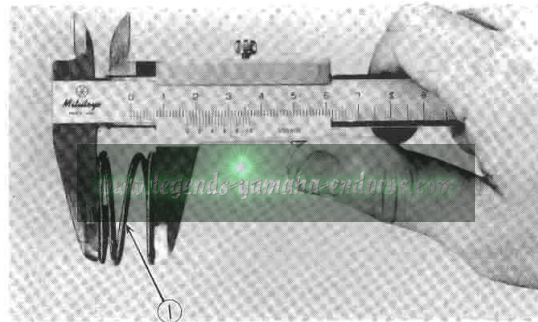

Fig. 3-4-28
5. Check ratchet wheel spring for fatigue. If free length shows spring has collapsed beyond specification, replace. (Fig. 3-4-28)
5. Vérifiez la fatigue du ressort de la roue d'encliquetage. Si la longueur libre montre que le ressort est tombé au-delà de ses caractéristiques, remplacez-le. (Fig. 3-4-28)